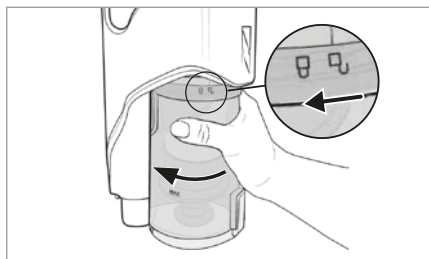

Fig. 19
- 2) Pour extraire le bac à poussière 7 de l'appareil, tournez-le dans le sens du symbole  (ouvrir) jusqu'à ce qu'il se détache de l'appareil (voir fig. 19).